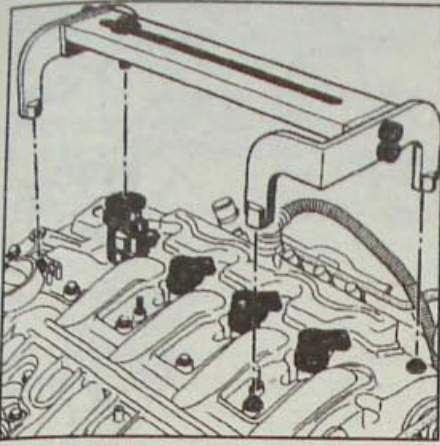

Рис. 4.62. Установка рамки приспособления Mot. 1549 на болты крепления крышки головки цилиндров
• Установите рамку приспособления Mot. 1549 на болты крепления крышки головки цилиндров (рис. 4.62). Затяните болт